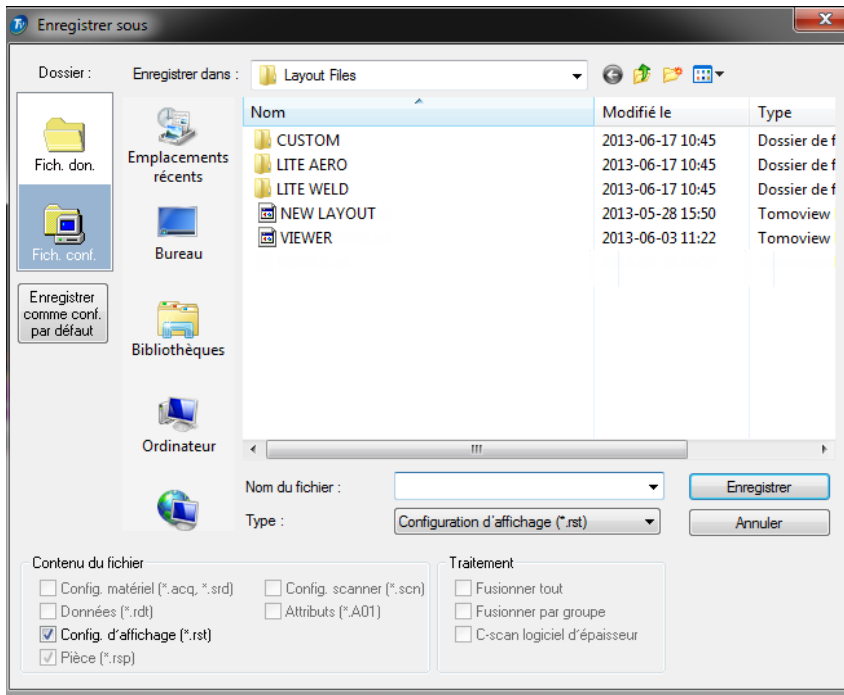

Figure 4-39 Boîte de dialogue Enregistrer sous
2. Dans la boîte de dialogue **Enregistrer sous** (voir la Figure 4-39 à la page 278).